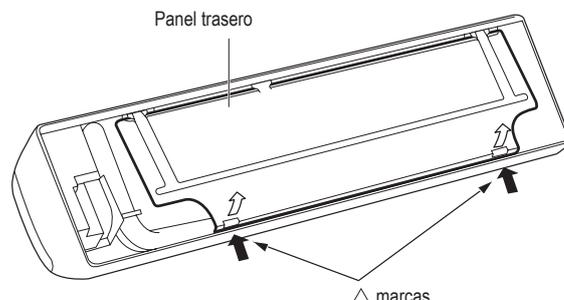

Fig. 5-2
- (2) Apretar en las dos marcas en la cubierta y liberar las pestañas encajadas en el bastidor. (Fig. 5-2)